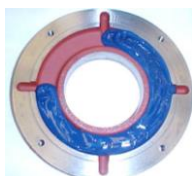

Figura 7.5: Anillo de fijación externo del cojinete
- Llenar $\frac{3}{4}$ del depósito de los anillos de fijación interno y externo con la grasa recomendada (Figura 7.5) y lubricar el rodamiento con cantidad suficiente de grasa antes de montarlo;